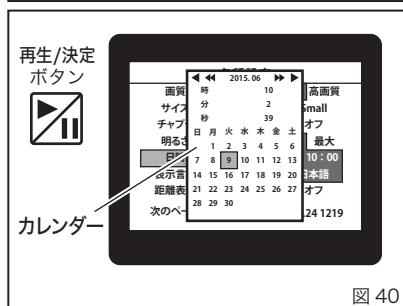

図 40
3. 「再生/決定」ボタンを押し、液晶モニターに**カレンダー**を表示します。(図 40)